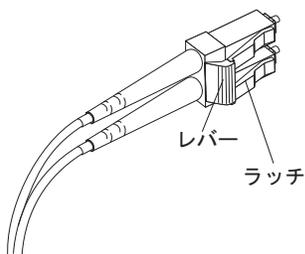

図 35. LC-LC ファイバー・チャンネル・ケーブルのレバーおよびラッチ
1. LC-SC ケーブル・アダプターの LC コネクタ側に接続されているケーブルの端のレバーを押し下げたまま、ラッチを解放します。図 35 は、レバーおよびラッチの位置を示しています。